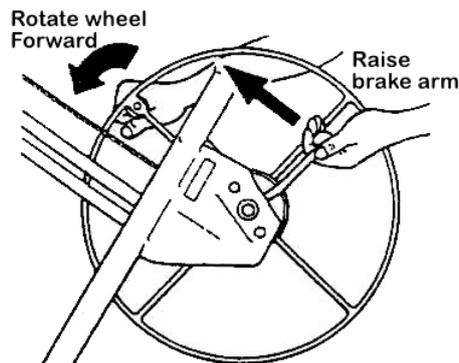

Figure 2
- a. Halten Sie das Windenrad und den Bremshebel wie in Figure 2 dargestellt. Das Windenrad vorsichtig vorwärts drehen, dabei langsam den Bremshebel und damit die Bremse lösen.